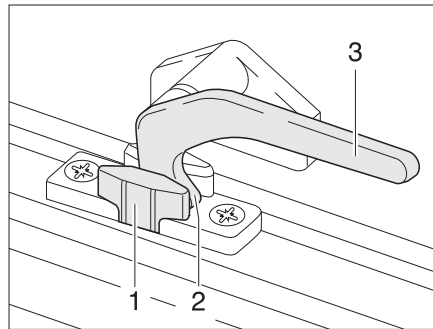

Fig. 55 Levier de verrouillage en position "Aération permanente"
- En position "Aération permanente" (Fig. 55)
- Tourner le levier de verrouillage (Fig. 55,3) d'un quart de tour vers le centre de la fenêtre.
- Remettre le levier de verrouillage en position initiale. Le tenon de verrouillage (Fig. 55,2) doit pénétrer alors dans le logement prévu à cet effet dans le verrouillage de fenêtre (Fig. 55,1).